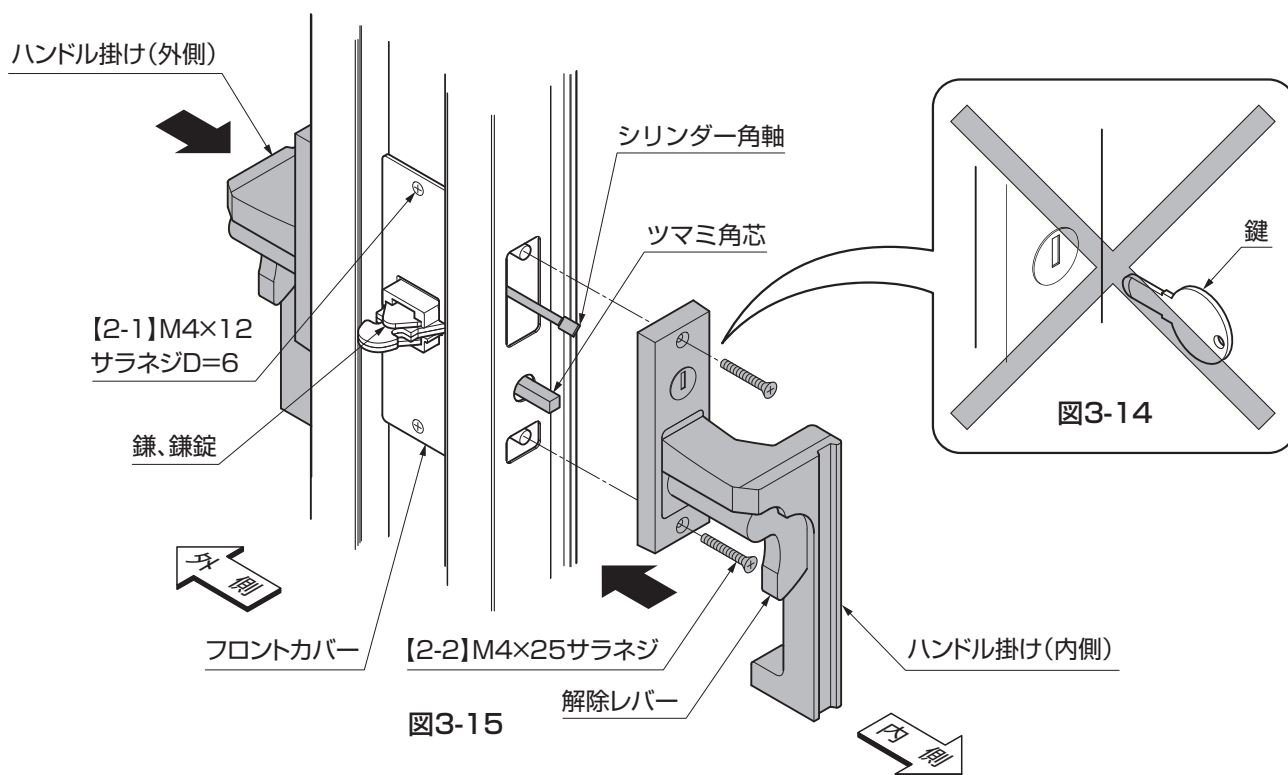
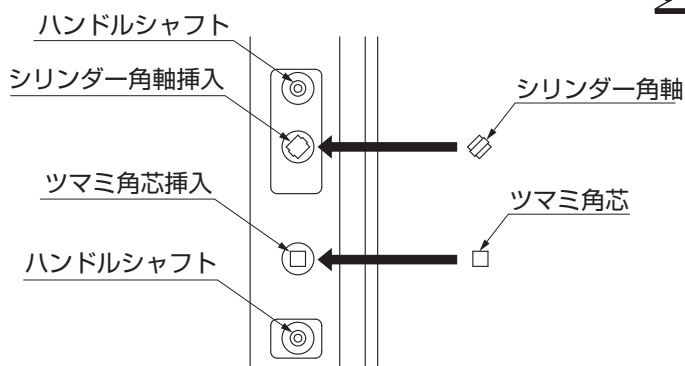

図3-15
図3-16 シリンダー角軸、ツマミ角芯挿入向き
- ①ハンドル掛け側(外側)のシャフトを伸縮門扉本体の外側より挿入してください。(図3-15参照)
- ②シリンダー角軸をハンドル掛け側(外側)のシリンダーへ、ツマミ角芯をツマミへ挿入してください。(図3-15、図3-16参照)
- ③ハンドル掛け側(内側)をシリンダー角軸とツマミ角芯に挿入して【2-2】で固定してください。(図3-16参照)
(5) シャフトカバー1の取付け